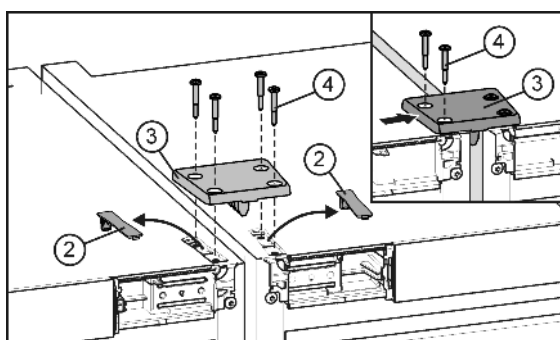

Fig. 5
- Lossa och ta av täckplattorna Fig. 5 (2).
- Sätt på förbindelseplattan Fig. 5 (3) och fäst den löst på skåpet med två skruvar Fig. 5 (4).